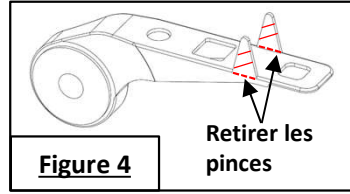

Figure 4
- Modifier les suspensions d'échappement** - À l'aide d'un outil de coupe, retirer les deux dents de chaque support de suspension d'échappement. **Voir figure 4.**